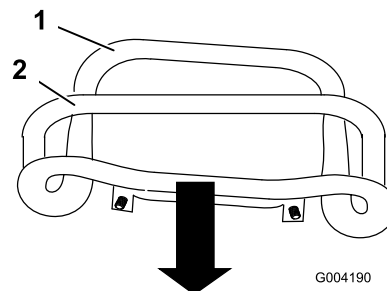

Figura 44
3. Tire hacia atrás del control de tracción hasta que la parte delantera del control entre en contacto con la barra de referencia (Figura 44).